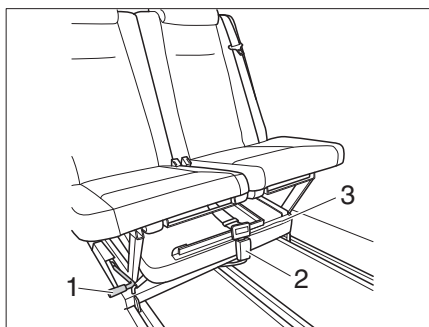

Figure 3 Déplacer la banquette
- Ouvrir la boucle de ceinture (Figure 3, 2) et retirer la rallonge de lit (Figure 3, 3).
- Tirer le levier de positionnement (Figure 3, 1) et pousser la banquette vers l'avant.